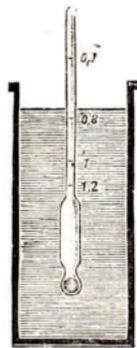

Abb. 128
5. Das Aräometer (oder Senkglas) dient zum raschen Bestimmen des spezifischen Gewichtes von Flüssigkeiten (Abb. 128). Es ist dies ein zylindrisch geformter Schwimmer aus Glas, der unten mit etwas Quecksilber belastet ist, damit er lotrecht in den Flüssigkeiten schwimmt.